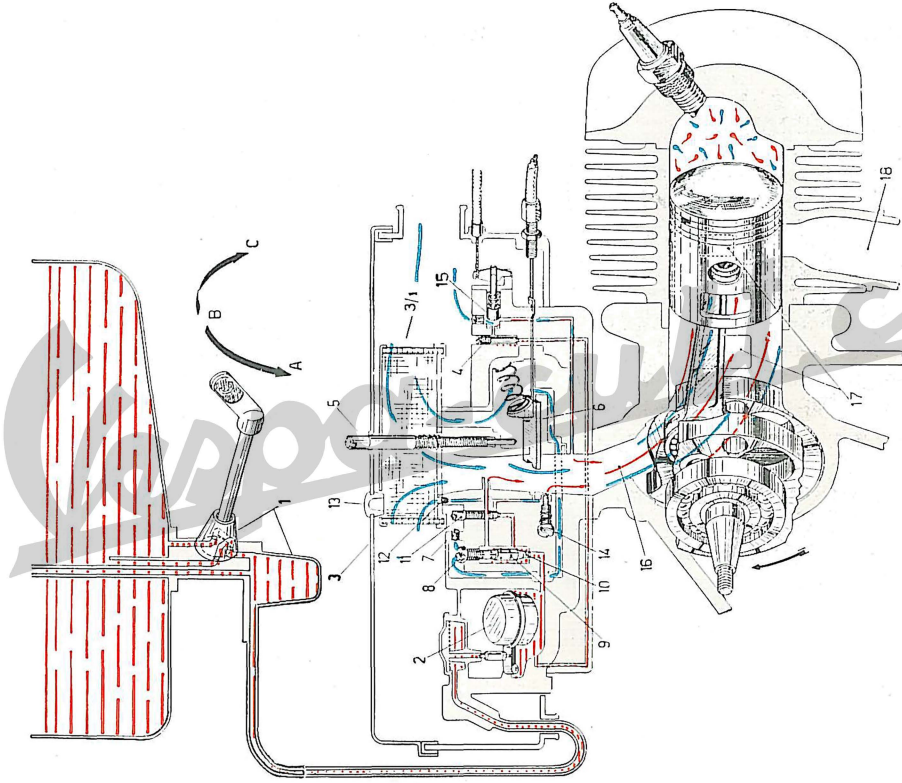

Fig. 9 - Schema dell'alimentazione e distribuzione
Per regolare il minimo, avvitare o svitare la vite zigrinata uscente dal coperchio del depuratore (fig. 9, n. 5).
- Sulla parete opposta al suddetto registro il depuratore ha un foro con tappo; smontato quest'ultimo si può accedere alla vite con molla che parzializza il condotto del minimo (fig. 9, n. 14). Per non influire sul funzionamento del motore ai bassi regimi, **non è consigliabile per il cliente** modificare la posizione di detta vite; in caso di necessità, rivolgersi alle Stazioni di Servizio.
- 2) - A motore fermo e con manopola comando gas completamente ruotata, immettere nel carburatore attraverso il foro sul depuratore aria (fig. 9, n. 13) 40 cm³ di olio **Essolube 30 MS** oppure **Esso Motor Oil 30**.